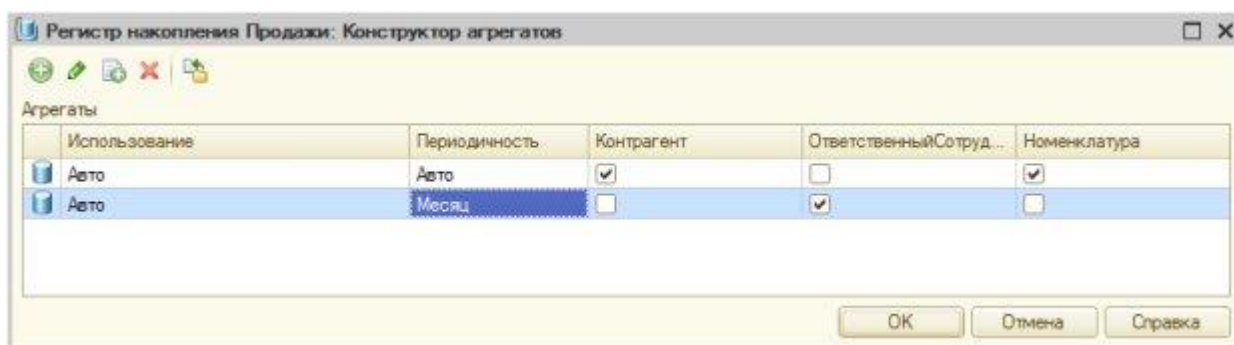

Рисунок 17.3- Конструктор агрегатов
3. По нажатию на эту кнопку можно открыть окно **Конструктора агрегатов** (Рисунок 17.3.), где можно добавлять новые агрегаты, настраивать состав измерений регистра, входящих в агрегаты, а так же их свойства. При установленной периодичности **Авто** система сама подбирает подходящую периодичность для агрегата. Мы установили такую периодичность для агрегата, в который входят сведения по измерениям **Контрагент** и **Номенклатура**.